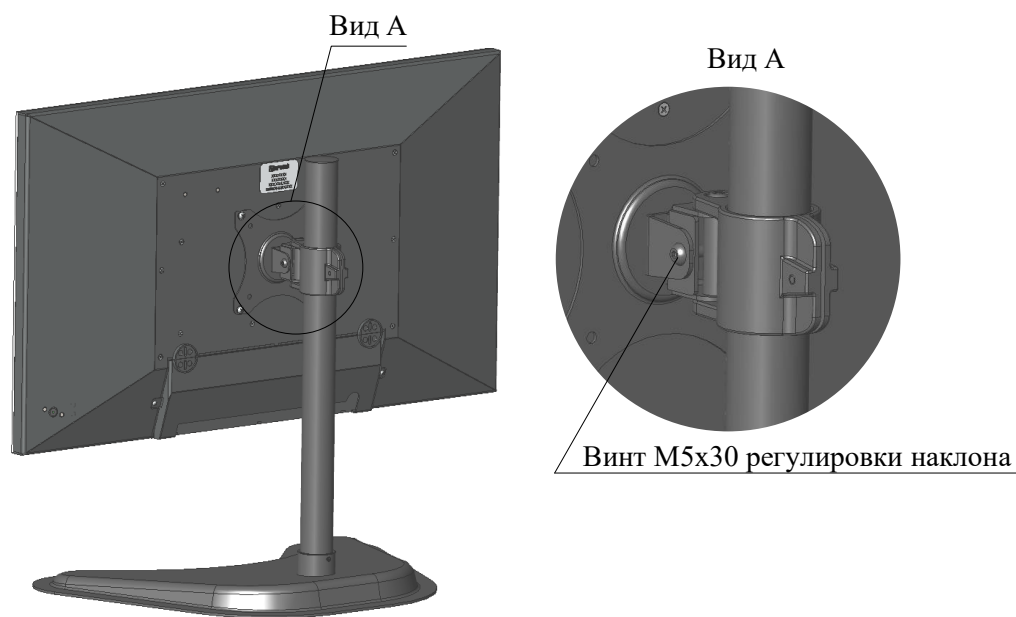

Рисунок 8 — Регулировка наклона
- ослабить винт М5х30 регулировки наклона при помощи шестигранного ключа 5 мм (Рисунок 8);